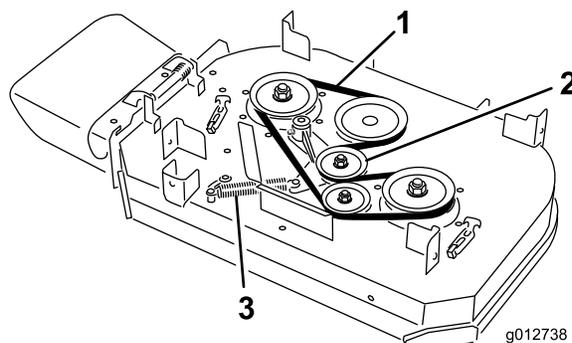

Figura 64
4. Desenganche el muelle de la clavija del brazo de la polea tensora (Figura 64).
5. Retire la correa usada del cortacésped (Figura 64).
6. Instale la correa nueva del cortacésped alrededor de la polea del embrague, las poleas de la carcasa y la polea tensora (Figura 64).
7. Enganche el muelle en la clavija del brazo de la polea tensora (Figura 64).